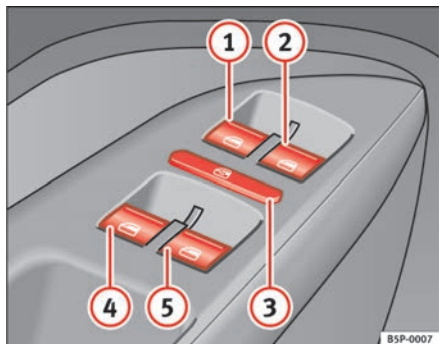

Abb. 68 Ausschnitt aus der Fahrertür: Schalter für die Fenster vorne und hinten
Die Tasten ⇒ Seite 109, Abb. 68 ① und ② haben zwei Stufen zum Öffnen und zwei zum Schließen des Fensters. Dadurch ist es einfacher, die Öffnungs- und Schließvorgänge zu kontrollieren.